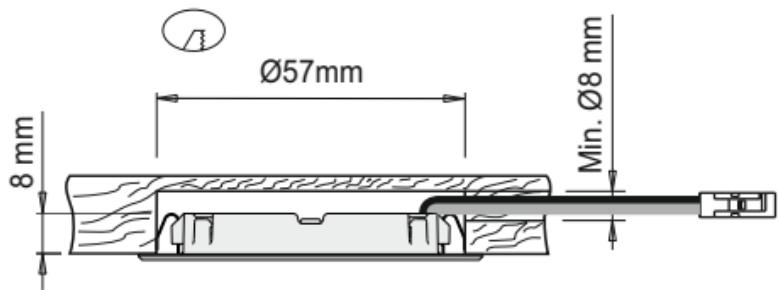

Fig 1
- To flush mount the device, bore a Ø 57mm hole ≥ 8mm deep on the installation surface and then, if necessary, bore a Ø ≥ 8mm exit hole for the power supply cable as illustrated in figure 1.
- Für den Einbau der Leuchte eine Bohrung mit ø 57 mm und einer Tiefe von ≥ 8 mm auf der Montagefläche ausführen und ggf. für den Austritt des Netzkabels eine Bohrung mit $\phi \geq 8$ mm ausbilden (Abb. 1).
- Pour l'encastrement de l'appareil, pratiquer un trou de ø 57mm et d'une profondeur ≥ 8mm sur le plan de montage et, si besoin, pratiquer pour la sortie du câble d'alimentation un trou de ø ≥ 8mm comme indiqué sur la figure 1.